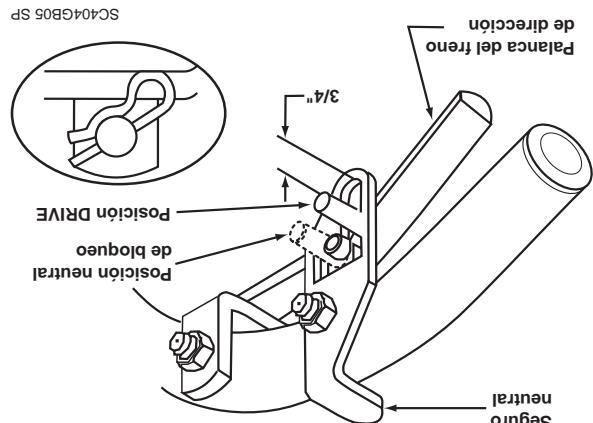

Figura 1. Ajuste de la correia de transmisión de la plataforma
2. Ajuste la correa de transmisión de la plataforma de modo que la misma se mueva 1/2" con 10 libras de presión. Ajuste la tensión apretando o aflojando la tuerca del perno tipo J. (Vea la Figura 1).